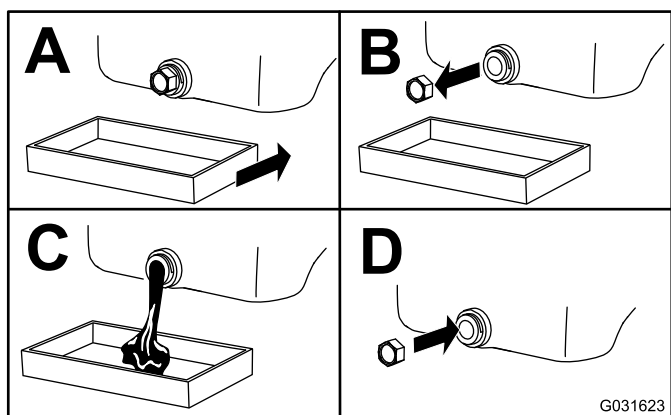

Figure 43
4. Vidangez l'huile moteur, comme montré à la Figure 43.